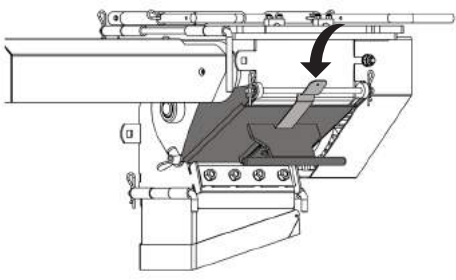

Fig.1
- Vidange par la trappe de visite au niveau de la face avant du boîtier, déclipser la lame ressort et tirer la poignée vers le haut (voir fig.1).
- Draining by the emptying shutter on the level of the unit's front face, unclip the spring blade and pull the lever upwards (see fig.1).